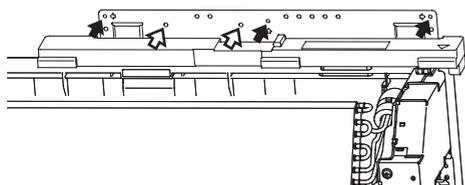

Fig. 6
4) Закрепите монтажную пластину винтами ③ в 3 точках. (Fig. 6)